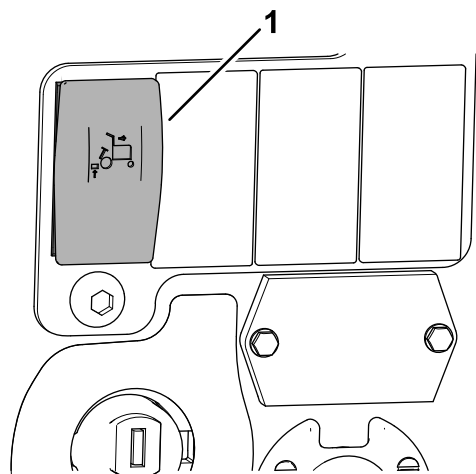

Bild 38
1. Stellen Sie den Schalter für die automatische Hubbegrenzung im Rückwärtsgang in die EIN-Stellung (Bild 38).
4. Um die automatische Hubbegrenzung im Rückwärtsgang auszuschalten, drücken Sie den Schalter für die automatische Hubbegrenzung im Rückwärtsgang in die Aus-Stellung (**Bild 38**).